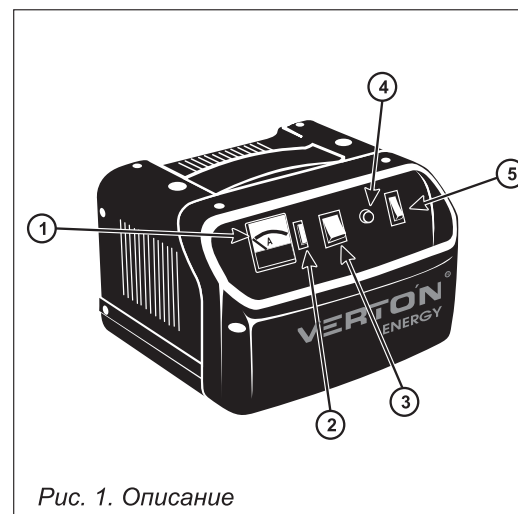

Рис. 1. Описание
**4. ОПИСАНИЕ (рис. 1)**
- Установите на панели управления нужный режим заряда (см. рис. 1):